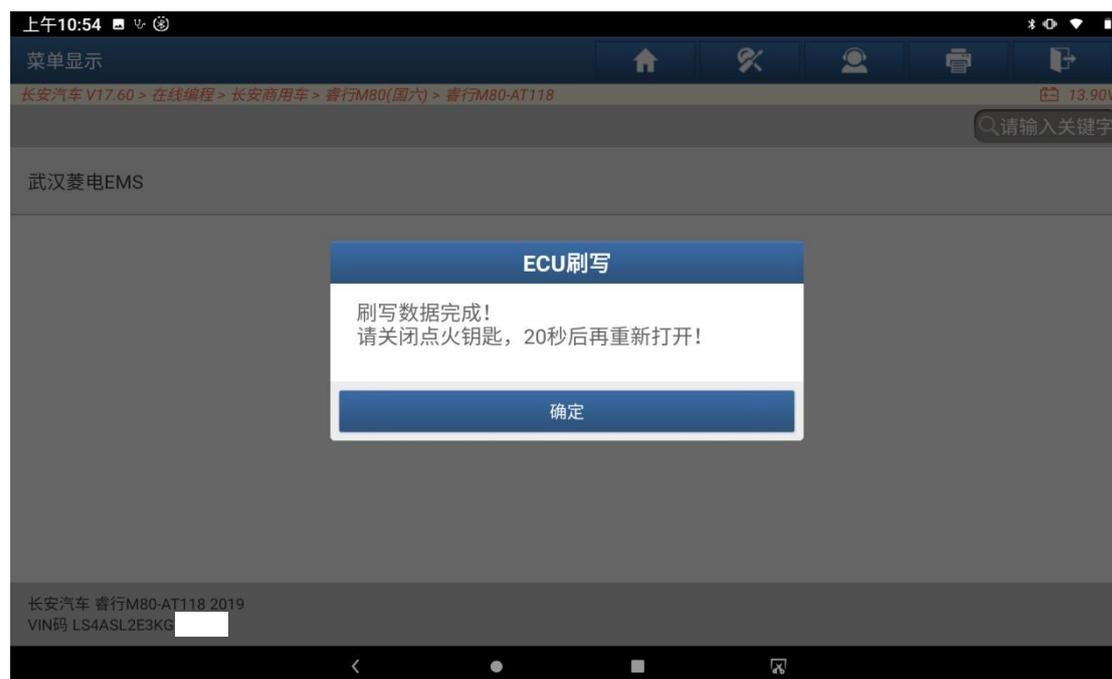

图 14
10. 刷写完成，根据提示退出系统，下电等待 20 秒，如图 14；